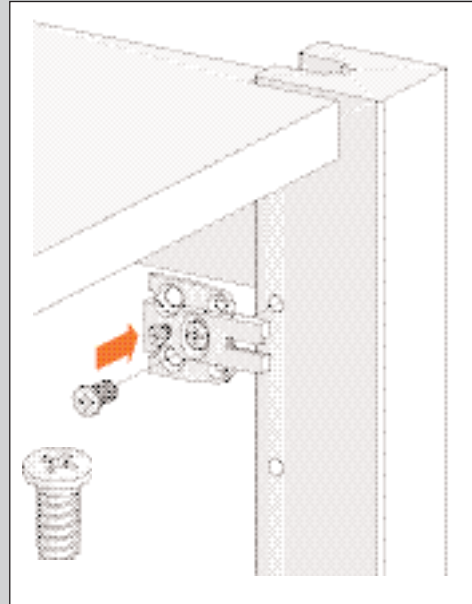

ABBILDUNG 4
2. Verschrauben Sie die Montageplatten mit dem Ständer (siehe Abb. 4):